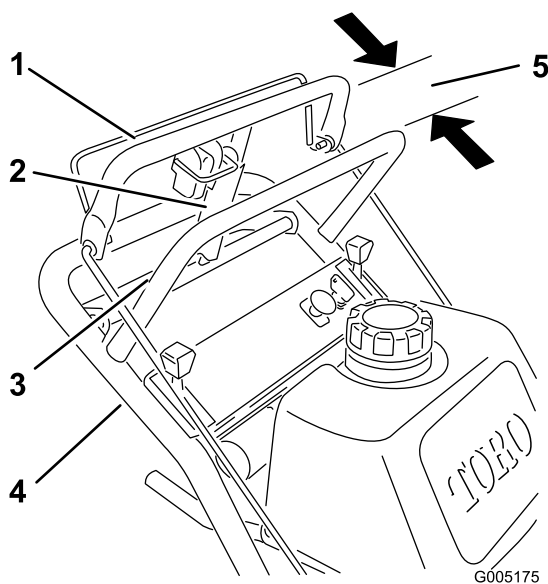

Figura 34
1. Verificate lo spazio tra la barra di comando superiore e la barra fissa, quando la barra superiore si trova nella posizione più avanzata. Lo spazio deve essere di circa 25-32 mm (Figura 34).